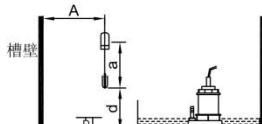

图1
- 浮球动作长度a必须小于槽壁与电缆距离A, 浮球控制最低水位d必须大于水位D。 (见图1)